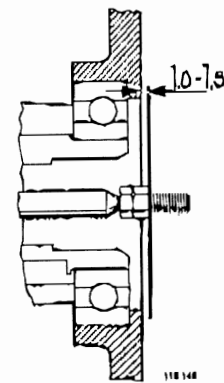

Bild 92. Justering av spel
38. Vrid runt medbringaren på ingående axeln. Tryck in dragstängen (27) så att lintrumman ej roterar.
40. Skruva tryckbrickan på stängen, brickan skall placeras så att ett spel på 1-1,5 mm finns mellan brickan och växelhuse's lock. Bild 92.
41. Placera distansbrickan (32) på stängen. Sätt på membranet och tryckbrickan. Dra på muttern.